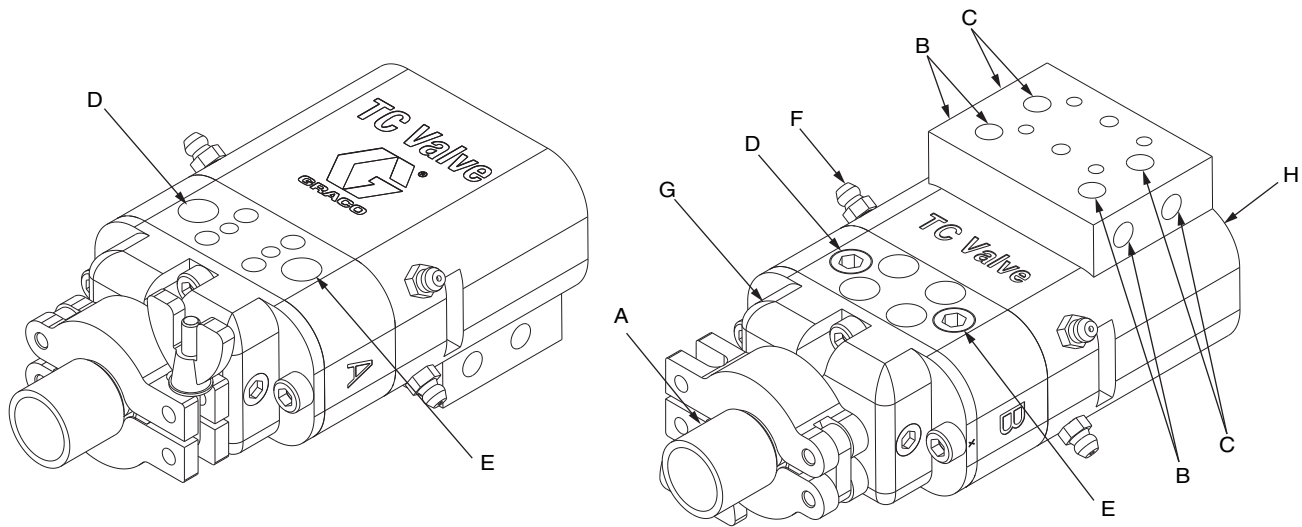

図 1
- b. エアラインをオープン (I) とクローズ (O) エアポート (B と C) に接続します。図 1、6 ページを参照してください。